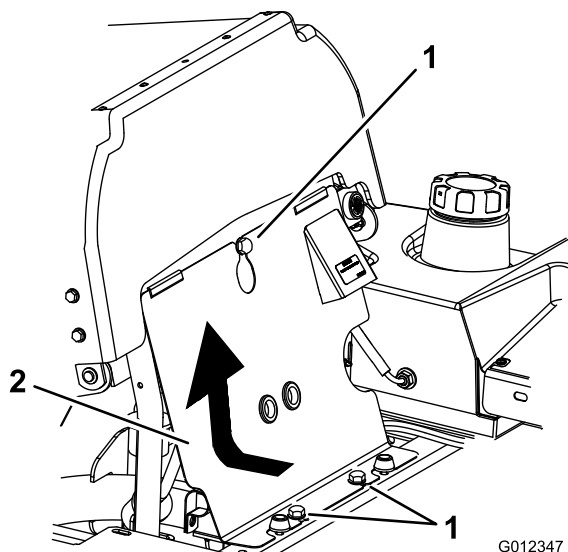

Bild 66
3. Kippen Sie den Sitz nach vorne, lösen Sie die Schrauben und entfernen Sie die vordere Motorverkleidung (Bild 66).